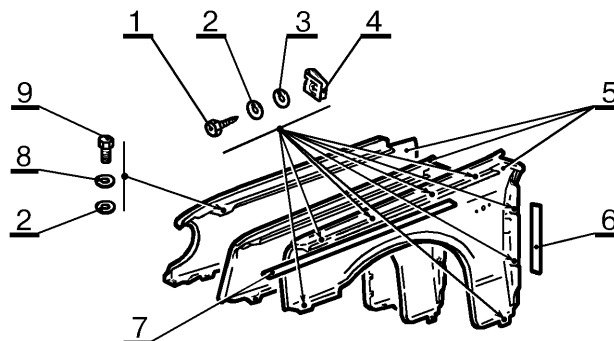

Рис.1. Крепление крыла переднего ВАЗ-2108; 2109; 21093; 21099; 2114; 2115 правого/левого к кузову.
2.3 Отвернуть восемь винтов 1, рис.1, и снять восемь шайб 3 крепления переднего крыла и снять крыло 5 (головка сменная 10, шарнир, удлинитель, ключ-трещотка, рычаг типа 51.1982-6995, отвертка плоская).